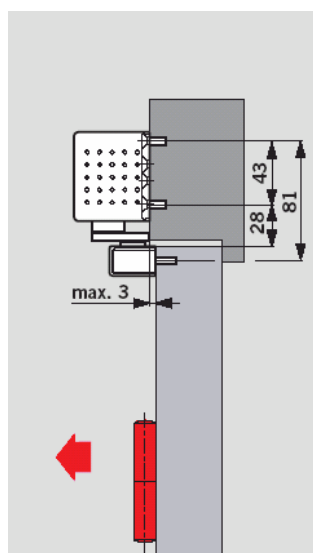
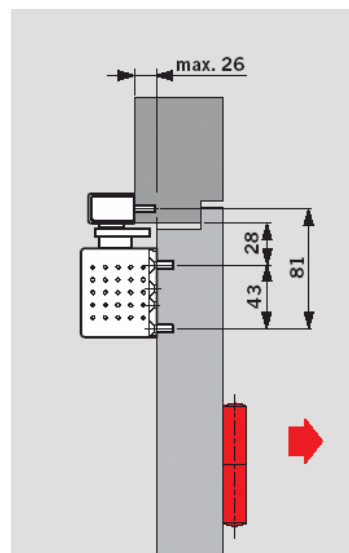

**Рис. 4.**
**Рис. 5.**
Доводчик **DORMA TS93** предназначен для установки на правые и левые двери. Установка исполнения В может производиться либо на полотно двери со стороны петель (см. **рис. 4**), либо на коробку двери со стороны противоположной петлям (см. **рис. 5**).
- Взаимное расположение поверхностей дверной коробки и дверного полотна должно находиться в определенных пределах. На **рис. 4, 5, 6, и 7** указаны пределы для скользящих каналов **G-N, G-EMF, G-EMR**. В случае необходимости возможно использование различных типов монтажных пластин. Подробнее в разделе «Аксессуары».